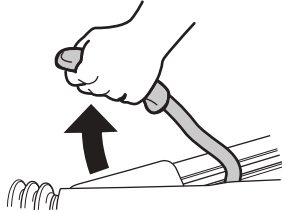

Abb. 9
- ▶ Feststellbremse anziehen (Abb. 9) und / oder die Reifen mit Unterlegkeilen sichern.